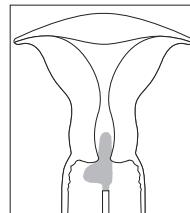

Fig. 1
3. Tenendo il tampone fioccatto per il manico, inserire il puntale del tampone (il segmento lungo della „L“) all'interno del canale cervicale, lasciando fuori dal canale cervicale la parte più larga del tampone (il segmento corto della „L“); vedere Fig.1.